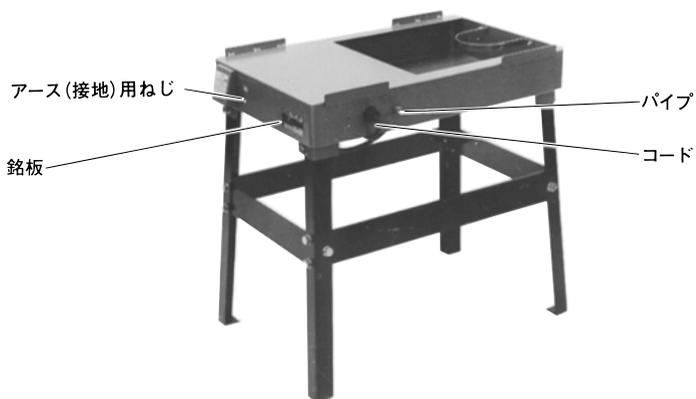

図 1
- (1) 空気が抜けるようにコック組を開け（レバーを管路と平行にする）研削液をタンク上面（図1参照）から1cmの所まで入れてください。研削液は約12L入ります。
- (2) 研削液は、付属のダフニークールCH（出光興産株）を水で50倍にうすめてご使用ください。